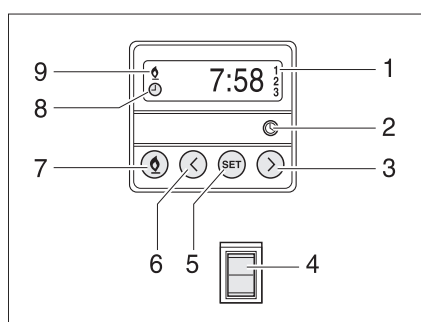

Fig. 174 Unidad de mando para la calefacción auxiliar
- Pulsar la tecla (Fig. 174,7). El funcionamiento de la calefacción se indica con el símbolo (Fig. 174,9). El ventilador apenas se conecta con una temperatura del agua de refrigeración de 30 °C.
- Pulsar la tecla (Fig. 174,7). Se apaga el símbolo (Fig. 174,9).
- Pulsar el interruptor (Fig. 174,4) por abajo. Se precalienta el motor. El ventilador se conecta inmediatamente.
- Pulsar el interruptor (Fig. 174,4) por arriba. El motor permanece frío.
- Pulsar la tecla (Fig. 174,2). El ajuste de la hora se indica con el símbolo (Fig. 174,8).
- Ajustar la hora con las teclas (Fig. 174,3 y 6).
- Pulsar la tecla (Fig. 174,5).
- Ajustar en 10 segundos el tiempo de conexión con las teclas (Fig. 174,3 y 6).
- Pulsar la tecla (Fig. 174,5) tantas veces como sea necesario hasta que aparezca en el display el número de programación (Fig. 174,1).